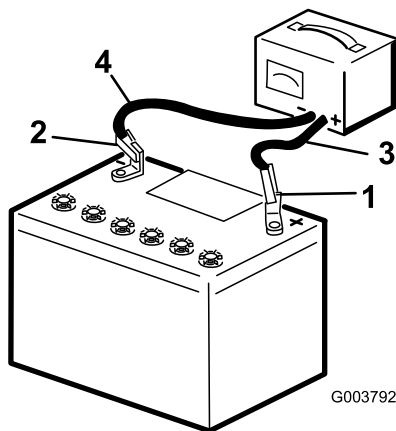

Figure 50
2. Chargez la batterie pendant 4 à 8 heures à un régime de 3 à 4 A (Figure 50). Ne chargez pas la batterie excessivement.
3. Quand la batterie est chargée au maximum, débranchez le chargeur de la prise, puis débranchez les fils du chargeur des bornes de la batterie (Figure 50).